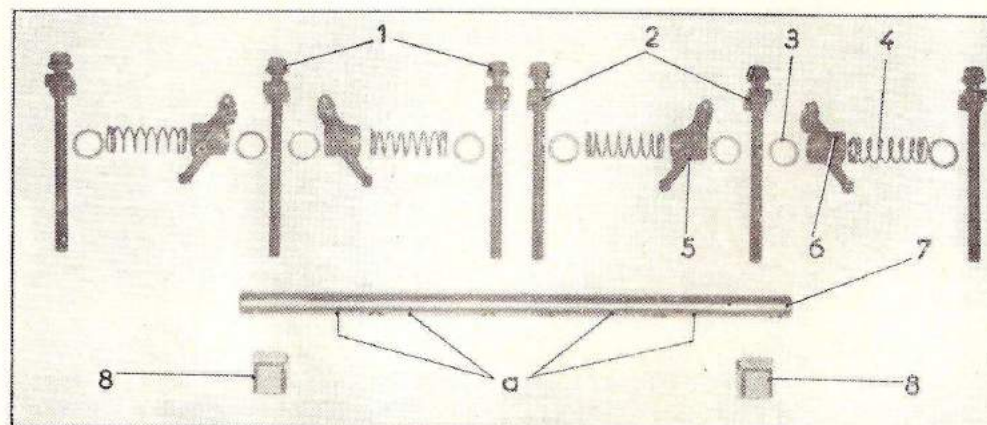

Fig. M 13.
— Huiler l'axe (7). Commencer le montage par le milieu de l'axe. Les trous de graissage « a » doivent être orientés vers le bas et vers les soupapes (fig. M 13).